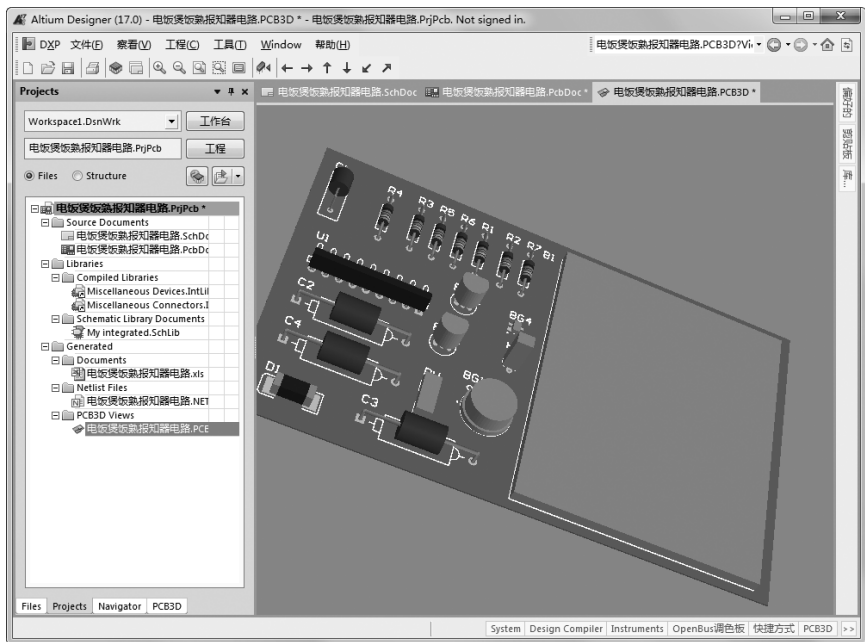

图 8-35 PCB 3D 效果图
(2) 选择菜单栏中的“工具”→“遗留工具”→“3D 显示”命令，系统生成该 PCB 的 3D 效果图，加入到该项目生成的“PCB 3D Views”文件夹中，如图 8-35 所示。